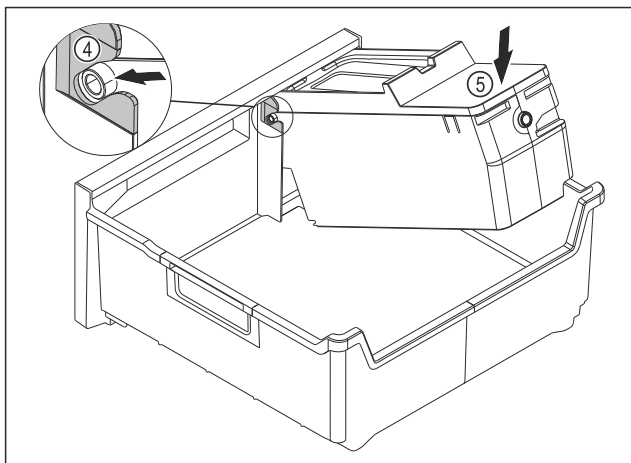

Fig. 175
- ▶ 安装 EasyTwist-Ice 机身：将 EasyTwist-Ice 机身的轴推入到导向装置 Fig. 175 (4) 中。
- ▶ 朝下按压 EasyTwist-Ice 机身 Fig. 175 (5) 后部。